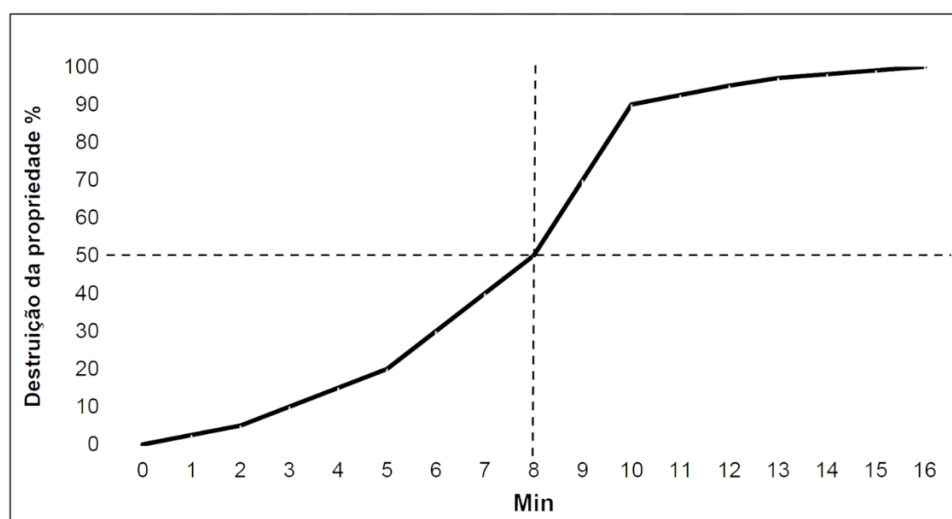

Figura 1.5¹⁴: Curva de propagação do fogo
As NBRs 14276 e 15219 trazem uma descrição do desenvolvimento do fogo (Figura 1.5) em um ambiente para demonstrar a importância de se combatê-lo antes da ocorrência do *flashover*.
- em tempo superior a 10 min, geralmente o incêndio pode destruir mais de 90% da propriedade, se nenhum procedimento de ventilação e exaustão, resfriamento e extinção das chamas for executado, conforme gráfico mostrado na Figura 1.5.